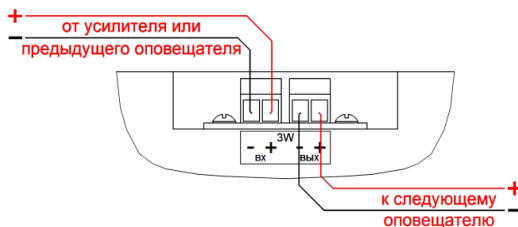

Рис. 2. Схема подключения оповещателя
- к клеммной колодке подсоединить внешние соединительные линии согласно схеме подключения (см. рисунок 2);